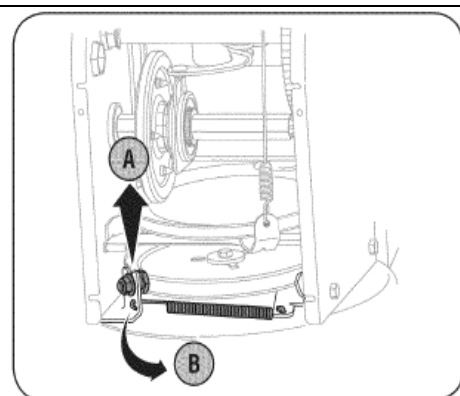

Рис. 30
6. Снимите ремень следующим образом (См. Рис. 30):